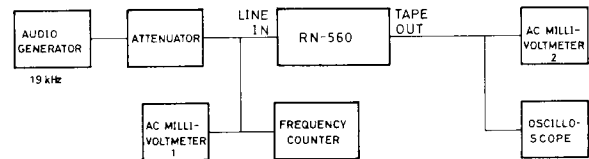

Fig. 6
1. Connect the measuring instruments as shown in Fig. 6. Set the mode selector to REC position and MPX FIL switch to ON. Setting of other switches is the same as in phase A.
- 1. Brancher les instruments de mesure comme illustré Fig. 6. Régler le sélecteur de mode sur la position REC et le commutateur MPX FIL sur ON. Le réglage des autres commandes est le même qu'au point A.